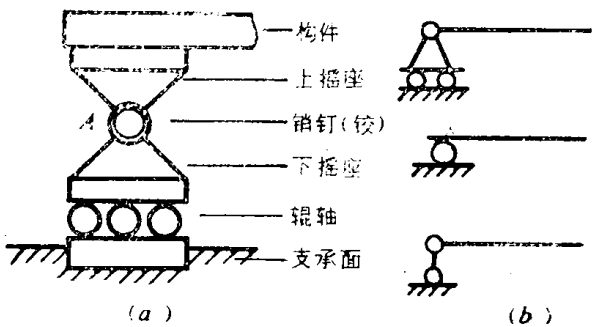

图1-2
1. **活动铰支座** 辊轴支座（图1-2）是典型的活动铰支座，其特点是只限制结构上A点沿支承面法线方向的移动，允许结构绕A点转动和沿支承面移动。在不考虑支承面摩擦时，这种支座的计算简图可用图1-2b中任何一种来表示。